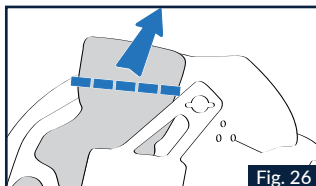

Fig. 26
1.3 Détacher la partie supérieure de la mousse intérieure prédécoupée (Fig.26) et repositionner correctement le reste de la mousse dans la mousse de joue.
2.3 Insérer correctement la partie de rembourrage préalablement retirée dans la housse de revêtement en tissu de la mousse de joue (Fig.26).